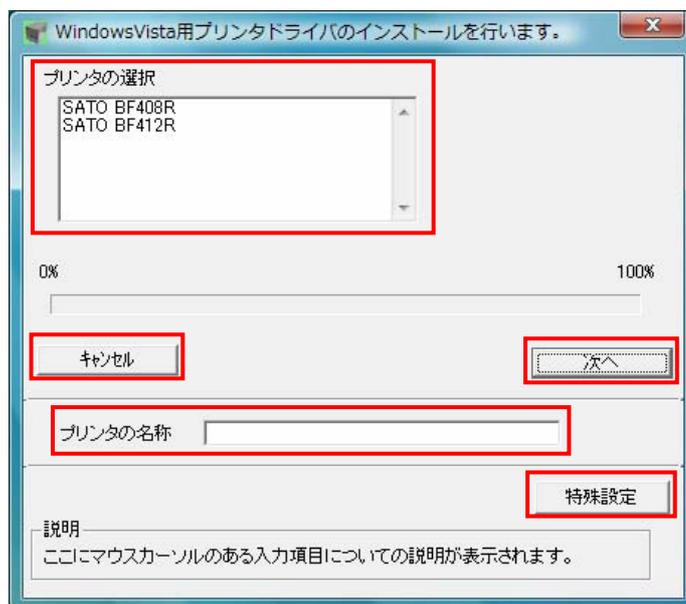

図 3. 1. 1. インストール画面
「次へ」をクリックすると、Windows Vista では「図 3. 1. 2. セキュリティ警告 (Windows Vista) 画面」が表示されますので、「このドライバソフトウェアをインストールします (I)」を選択してください。(Windows XP/Server2003/Server2008 ではメッセージ内容が異なります。インストール継続を選択してください。)